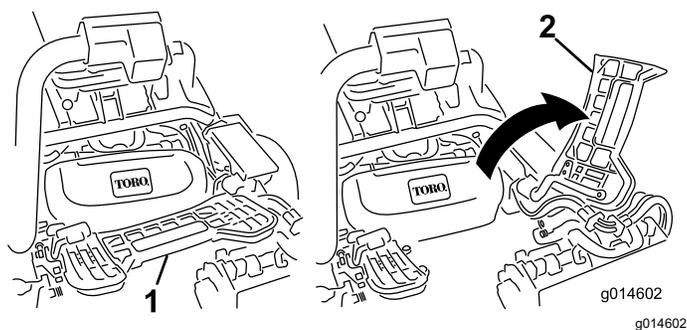

图 52
2. 提起搁脚板并翻开以便接触到中间滚刀组位置 **图 52**。